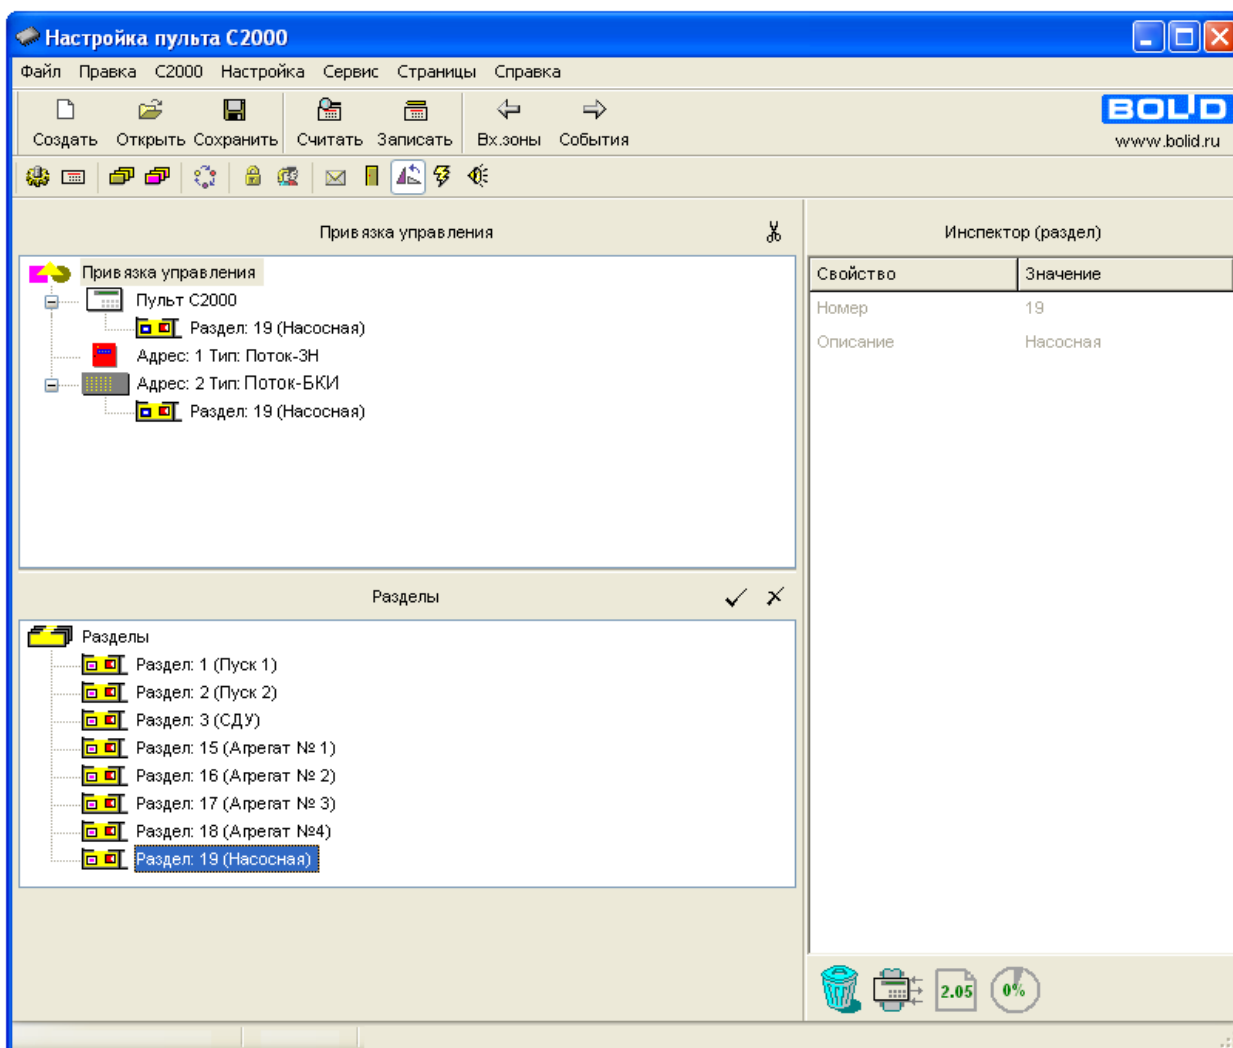

Рисунок 18
1. Перейдите на вкладку «Привязка управления» с помощью кнопки  (см. Рисунок 18).